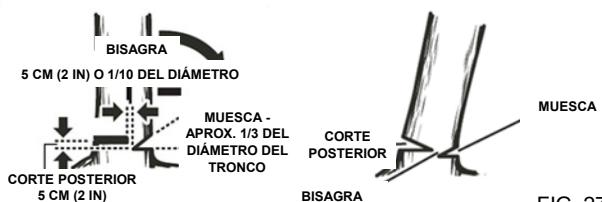

FIG. 27
**ADVERTENCIA:** Nunca corte hasta llegar a la muesca cuando realiza el corte posterior. La bisagra controla la caída del árbol; ésta es una sección de madera entre la muesca y el corte posterior.(Fig. 27)